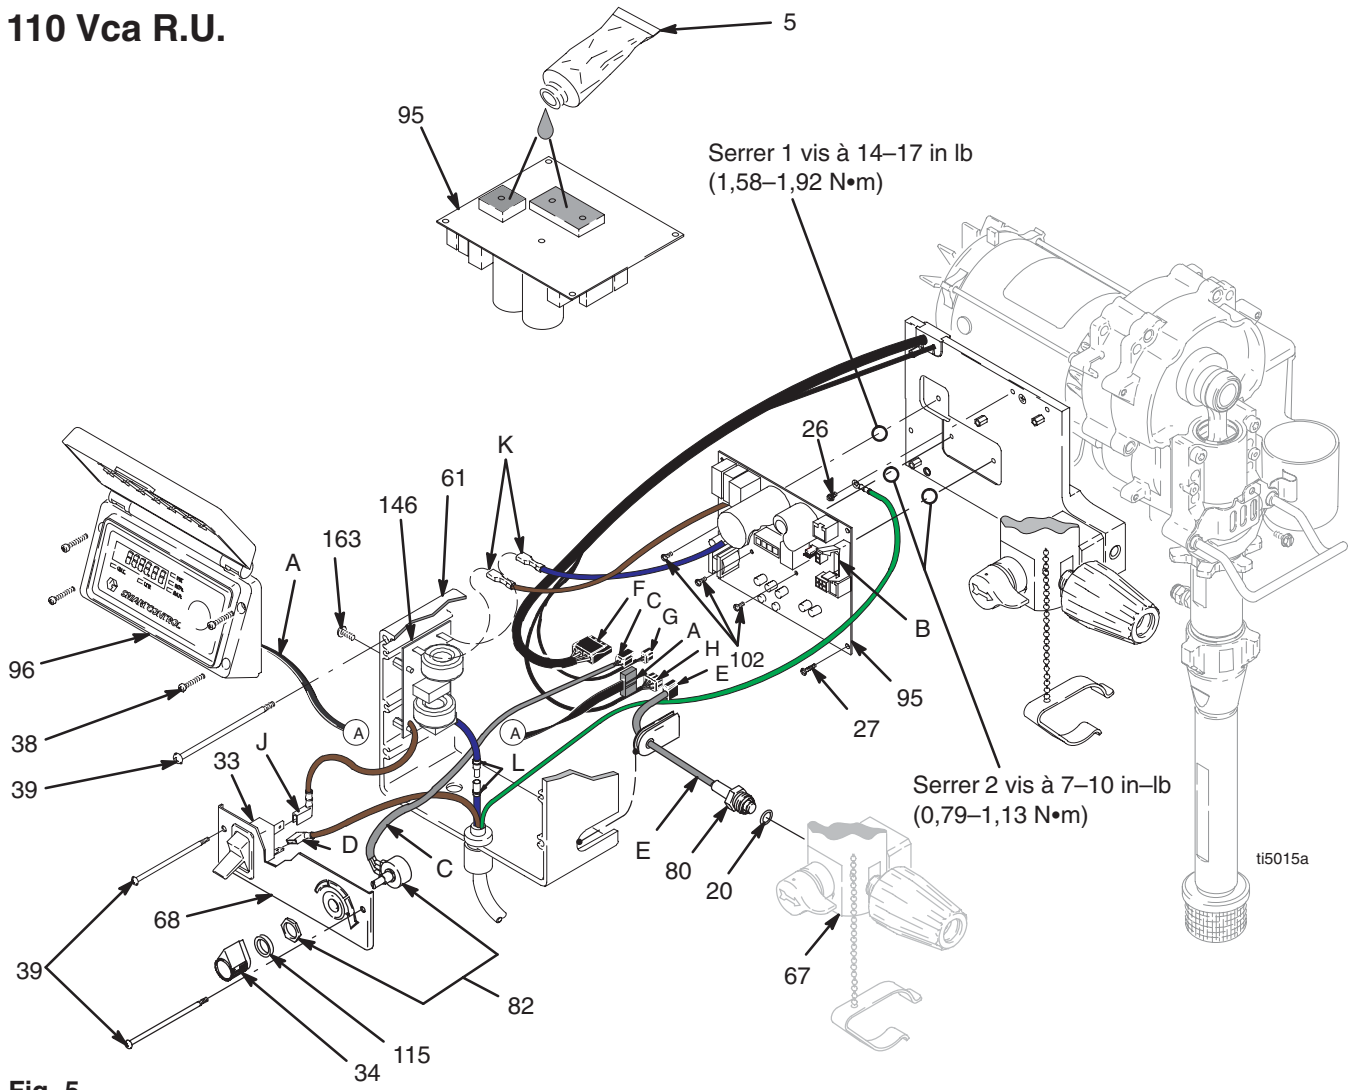

Fig. 5
- Fixer la carte de commande moteur (95) avec cinq vis (27). Serrer à 9–11 in-lb (1,02 – 1,24 N·m). Mettre et serrer les trois vis (102) à la force indiquée sur la Fig. 5.
- Brancher le connecteur du capteur (E) sur la carte de commande.
- Brancher les connecteurs d'alimentation électrique (K) de la carte de commande moteur sur la carte du filtre (146).
- Fixer le boîtier de commande (61) à l'aide des deux vis du haut (39).
- Brancher les connecteurs d'alimentation électrique (J) de la carte du filtre et les connecteurs (D) du cordon électrique sur le commutateur MARCHE/ARRÊT (33).
- Brancher le connecteur du potentiomètre (C) sur la carte de commande moteur.
- Fixer le panneau de commande (68) à l'aide des deux vis (39).
- Brancher le connecteur de l'afficheur (A) sur la carte de commande moteur (95).
- Fixer le capot (96) à l'aide des quatre vis (38).
- Fig. 5. Enlever les quatre vis (38) et le couvercle (96).
- Débrancher le connecteur d'affichage (A) de la carte de commande moteur (95).
- Enlever les deux vis du bas (39). Débrancher le connecteur du potentiomètre connecteur (C) de la carte de commande moteur (95). Débrancher le connecteur de la carte du filtre (J) et le connecteur d'alimentation électrique (D) du commutateur MARCHE/ARRÊT (33). Démontez le panneau de commande (68).
- Débrancher les connecteurs électriques de la carte de commande moteur (K) de la carte du filtre (146). Débrancher le connecteur du filtre (L) du connecteur (L) du cordon électrique.
- Retirer les deux vis du haut (39) et le boîtier de commande (61).
- Débrancher le connecteur du capteur (E) branché sur la carte de commande.
- Enlever les cinq vis (27), les trois vis (102) et la carte de commande moteur.
- Fig. 5. Enduire les zones ombrées à l'arrière de la carte de commande moteur (95) d'un peu de pâte thermoconductrice (5) 110009.
- Brancher les connecteurs électriques de la carte de commande moteur (K) sur la carte du filtre (146). Brancher le connecteur du filtre (L) sur le connecteur (L) du cordon électrique.
- Fig. 5. Brancher le connecteur de la carte du filtre (J) et le connecteur du cordon électrique (D) sur le commutateur MARCHE/ARRÊT (33).
- Retirer les quatre vis (163) de la carte du filtre (146).
- Fig. 5. Brancher les connecteurs électriques de la carte de commande moteur (K) sur la carte du filtre (146). Brancher le connecteur du filtre (L) sur le connecteur (L) du cordon électrique.
- Fixer la carte du filtre (146) avec les quatre vis (163).
- Brancher le connecteur du potentiomètre (C) sur la carte de commande moteur (95).